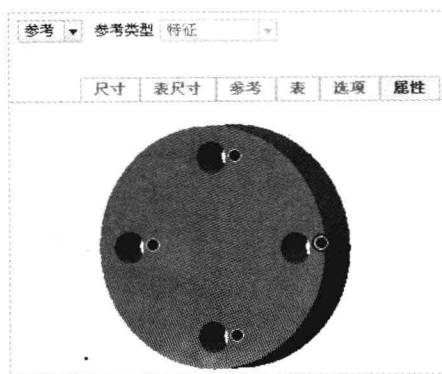

图 7-39 “阵列”选项卡
Step 02 在“功能区”选项板的“模型”选项卡中，单击“编辑”面板中的“阵列”按钮, 弹出“阵列”选项卡，接受默认选项，如图 7-39 所示。